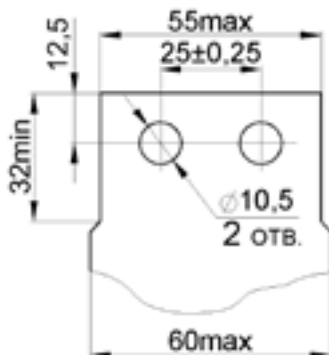

Рисунок 3 – Форма и размеры присоединяемой шины максимального сечения
* – с переходными шинами (рисунок 3а),
Рисунок 3а – Присоединение с переходной шиной